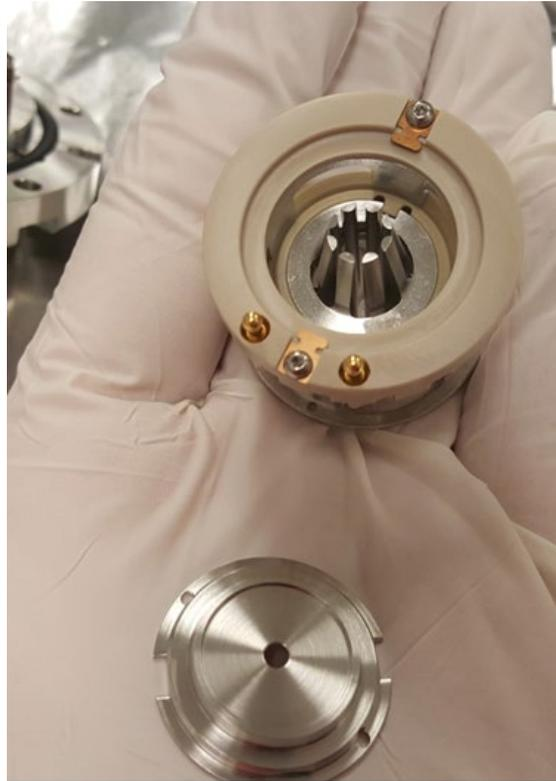

Abbildung 114: Von der Baugruppe getrennte L0-Einheit
- 11) Drehen Sie die LO-Einheit mithilfe des Werkzeugs, bis sich die rechteckigen Schlitze in einer Linie mit den Beryllium-Kupfer-Zinken befinden. Drehen Sie die Q00/LO-Einheit um, sodass das LO aus der Einheit herausgleiten kann. Siehe Abbildung 114: Von der Baugruppe getrennte LO-Einheit.